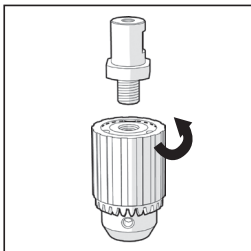

Fig. 10
- Należy umieścić uchwyt 3-szczękowy w gwintowanym otworze adaptera uchwytu. **(Rys. 10)**